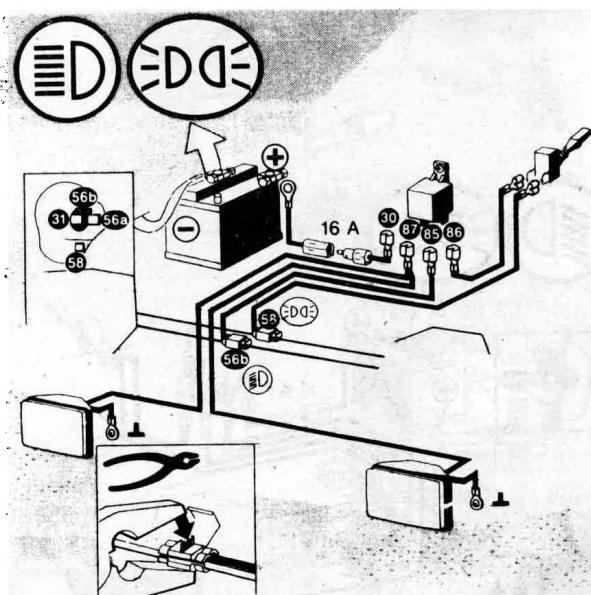

图 1-10
9. 如图 1-10 的接线法为开下方头灯或雾灯时，原来的远光灯及双黄警示灯也会同时亮，一般用于浓雾时，雾灯的接法。